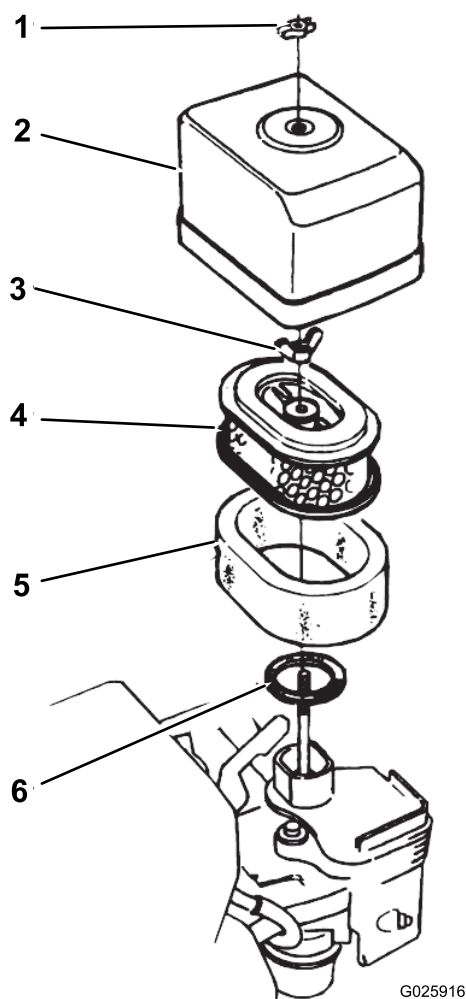

Рисунок 30
2. Удалите гайку-барашек, которая крепит крышку воздухоочистителя, и снимите крышку (Рисунок 30).
5. Установите крышку воздухоочистителя на воздухоочиститель с помощью гайки-барашка (Рисунок 30).
1. Удалите гайку-барашек, которая крепит крышку воздухоочистителя, и снимите крышку (Рисунок 30).
2. Удалите гайку-барашек, которая крепит воздушный фильтр, и снимите фильтр (Рисунок 30).
3. Снимите элемент воздушного фильтра из поролона с бумажного элемента (Рисунок 30).
1. Установите элемент воздушного фильтра из поролона на бумажный элемент (Рисунок 30).
2. Осмотрите прокладку на наличие износа и повреждений (Рисунок 30).
3. Убедитесь, что прокладка установлена на впускном отверстии карбюратора (Рисунок 30).
4. Установите элементы воздушного фильтра на карбюратор при помощи гайки-барашка (Рисунок 30).
5. Установите крышку воздухоочистителя на карбюратор при помощи гайки-барашка (Рисунок 30).